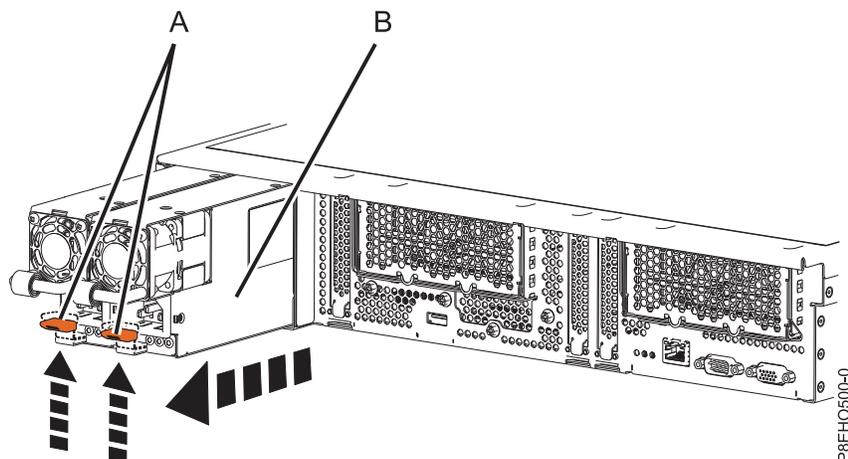

Figure 76. Retrait d'un bloc d'alimentation du système
- a. Pour retirer le bloc d'alimentation de sa position dans le système, poussez l'onglet de verrouillage de couleur ocre (**A**). Voir figure 76, à la page 114.